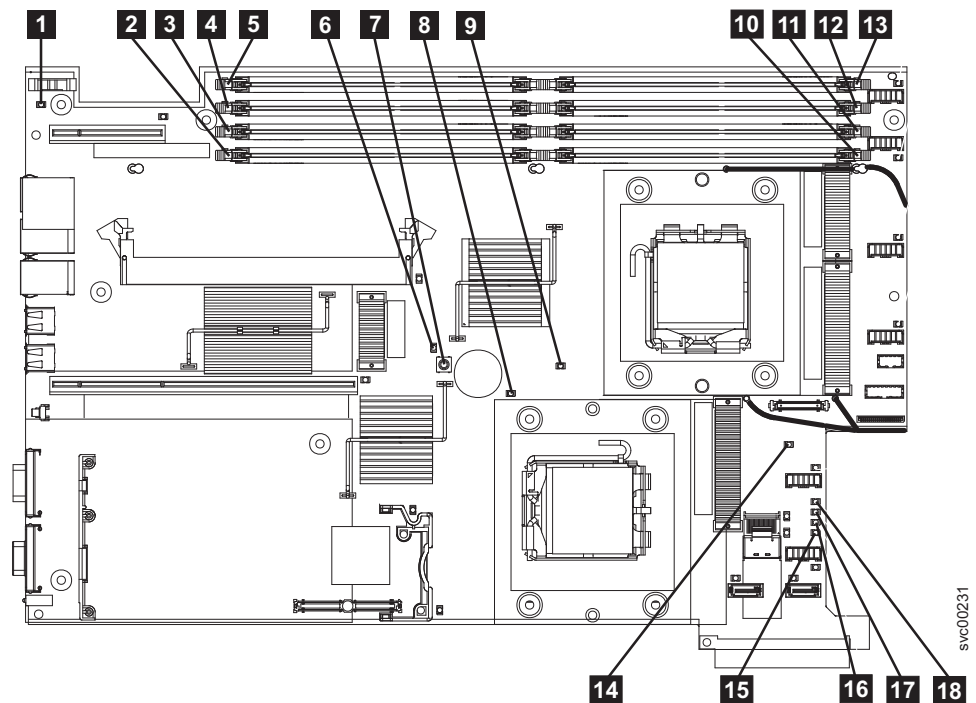

図 99. SAN ボリューム・コントローラー 2145-8G4 システム・ボード LED
はい 332 ページの表 62 を参照して、特定のライト・パス診断 LED 用に指定されたアクションを実行します。その後、ステップ 3 (334 ページ) に進みます。アクションによっては、システム・ボード上の LED 状態を監視している必要があります。331 ページの図 99 は、システム・ボード
- d. ライト・パス診断ボタン (図 99 の **7**) を押します。